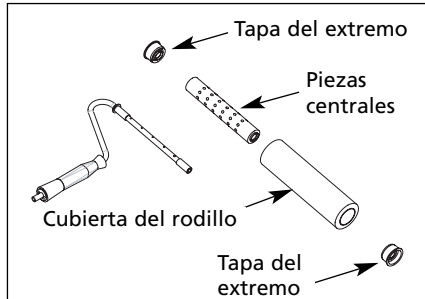

Figura 7 - Retiro de la cubierta y parte interior del rodillo
1. Retire la cubierta y la parte central del rodillo desarmándolo como se muestra en la figura 7. Coloque las piezas a un lado.